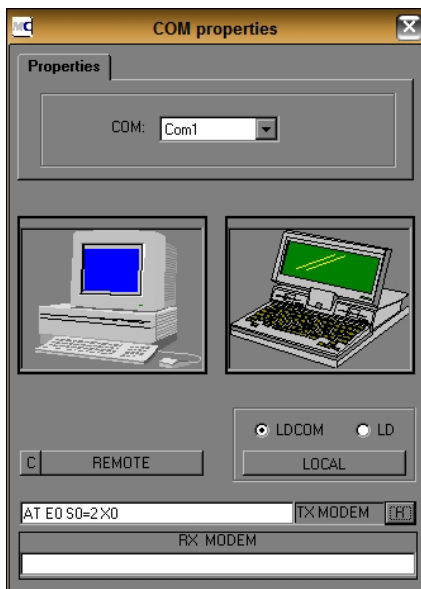

figure 14
4. Sur l'écran de la figure 14, il est nécessaire d'établir si la connexion entre l'ordinateur et le LDCOM est locale (le LDCOM est branché au PC avec un câble série) ou distante (le LDCOM est branché au PC au moyen d'un modem). Si la connexion s'effectue par le port série, spécifier sur quel port COM est branché l'appareil LDCOM, vérifier que soit sélectionner « LDCOM » et non « LD », puis cliquer sur « LOCAL ».